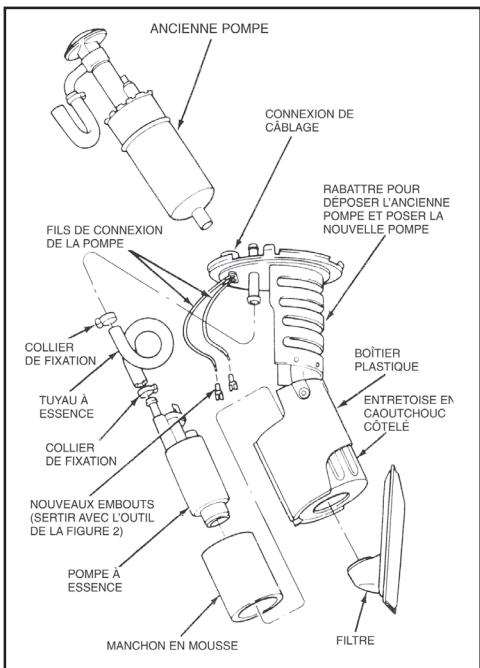

fig. 1
- 1) Mettez la nouvelle pompe dans le manchon en mousse. Mettez la pompe et le manchon dans l'entretoise en caoutchouc côtelé que vous avez laissé en place dans le boîtier plastique. Tournez le raccord d'arrivée d'essence de la pompe vers l'avant du support (Voir fig. 1). Lubrifiez le raccord de la pompe et le tube du support à l'aide d'une légère couche de vaseline. Posez le tuyau comme montré sur la figure, en veillant à bien serrer les colliers fournis autour des raccords.